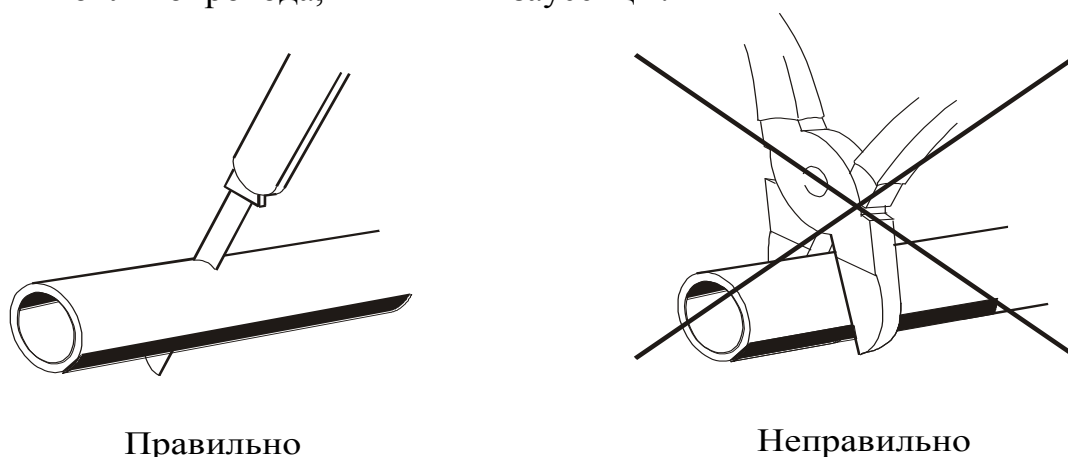

Рис. 9 - Отрезка трубопровода перед установкой.
10.6.2 При монтажных работах отрезку топливопровода производить только острым ножом, согласно рис. 9. На местах среза не допускаются сужение проходного сечения топливопровода, вмятины и заусенцы.